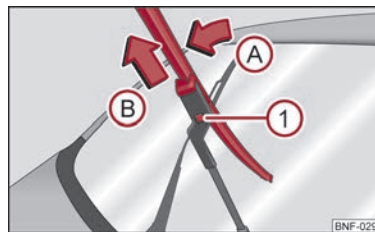

Bild 30 Torkarblad för vindrutan
- Höj upp vindrutetorkarmen från framrutan och bänd vindrutetorkbladet något i riktning mot torkarmen, pil A ⇒ bild 30.
- Lås med andra handen upp spärren ① och ta av vindrutetorkbladet i pilens riktning B.